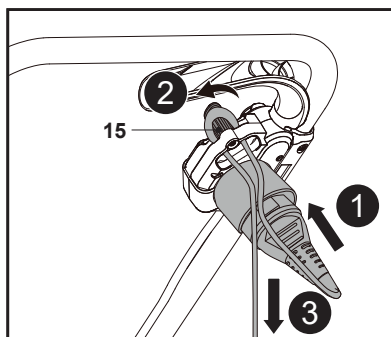

Fig. 9
1. Conecte el enchufe del alargador a la toma de alimentación del cortacésped. Haga un lazo con el alargador y cuelgue este lazo en el liberador de tensión del cable (15). (Fig. 9, pasos 1 y 2).
2. Tire con cuidado del alargador para asegurarse de que esté bien sujeto (Fig. 9, paso 2).